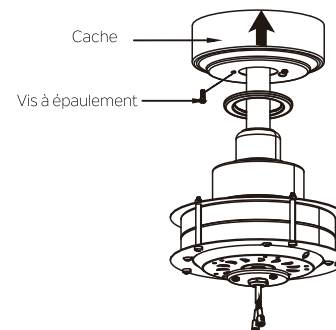

Fig. 15
Étape 2. Assemblez le cache en faisant tourner la clavette dans le cache sur la vis à épaulement dans le support de montage. Réinstallez la vis à épaulement qui a été enlevée précédemment et resserrez bien ensuite les deux vis à épaulement. (Fig. 15)